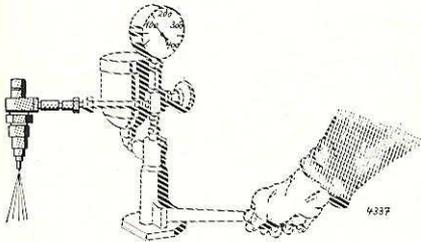

Fig. 35
**Toutes les 600 heures de service** (toutes les 5 vidanges d'huile), on doit retirer les injecteurs, les nettoyer correctement dans du gas-oil, puis vérifier s'ils ont encore la pression d'injection de 125 kg/cm2 prescrite pour les moteurs DEUTZ. Ce contrôle s'effectue au mieux sur un appareil à contrôler les injecteurs (fig. 35).